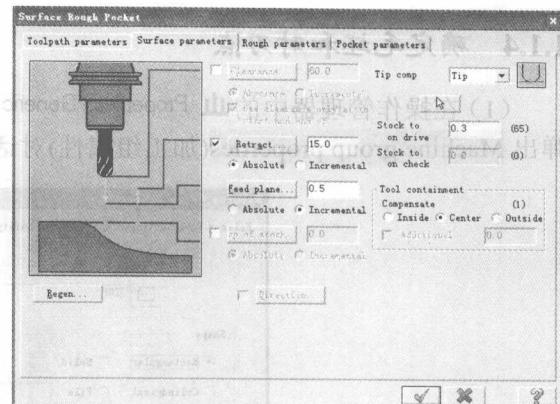

图 1-8 曲面参数
④ 单击曲面挖槽刀路中 **Surface Parameters** 对话框，曲面参数设置如图 1-8 所示。加工余量取 0.3mm。